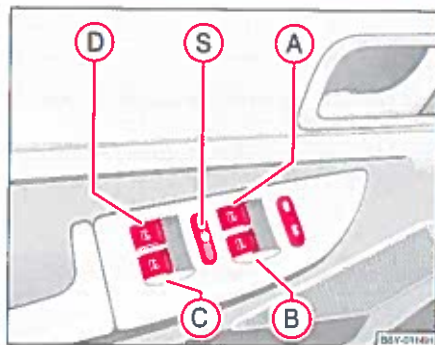

Fig. 29 Knap i fører-døren
Knapperne til de enkelte vinduer sidder i førerdørens armlæn ⇒ side 46, fig. 29, i forsædepassagerdøren og i bagdørene*.
Ved at trykke på låseknappen (S) ⇒ side 46, fig. 29 sættes knapperne til rudeoptræk i bagdørene ud af funktion. Ved gentaget tryk på låseknappen (S) sættes knapperne til rudeoptræk i bagdørene igen i funktion.
- Hvis der transporteres børn på bagsædet, anbefales det at sætte de elektriske rudeoptræk i bagdøren ud af funktion (låseknop) (S) ⇒ side 46, fig. 29.